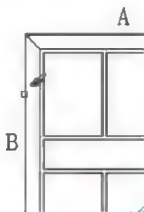

图 2.70 利用【特性匹配】换图层
(1) 单击【标准】工具栏上的【特性匹配】图标或选择菜单栏中的【修改】|【特性匹配】命令，启动【特性匹配】命令。
(2) 在选择源对象：提示下，选择已经被换到【室外】层上的 A 线。此时 A 线变虚并且光标变成“刷子”形状，如图 2.70 所示。